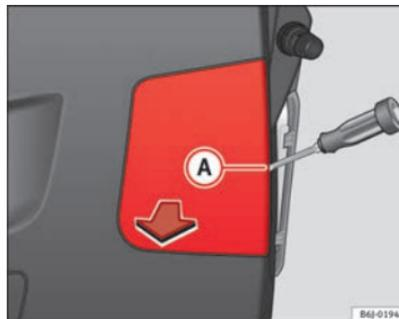

Abb. 181 Leuchten an der Heckklappe
- Nehmen Sie die Abdeckung mit Hilfe eines Schlitzschraubenziehers ab. Schieben Sie diesen in die Aussparung **A** ⇒ Abb. 181. ■